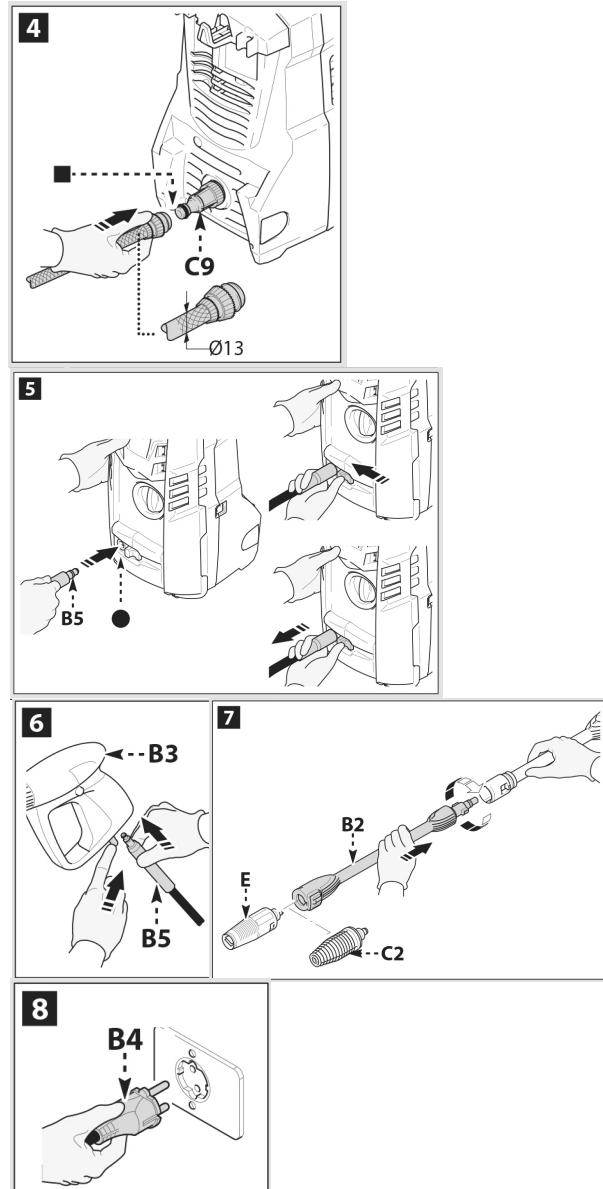

Abb. 5: Montage
Schritt 4: Schrauben Sie den Wasserzulauf-Adapter (Pos. C9, Abb. 5) handfest an den Gewindestutzen.
Schritt 5: Montieren Sie den Hochdruckschlauch (Pos. B5, Abb. 5) am Hochdruckreiniger. Auf richtige Position achten!
Schritt 6: Schrauben Sie den Hochdruckschlauch (Pos. B5, Abb. 5) an der Spritzpistole (Pos. B3, Abb. 5) fest.
Schritt 7: Stecken Sie die Lanze (Pos. B2, Abb. 5) in den Anschluss der Spritzpistole und drehen Sie die um 90° im Uhrzeigersinn, um sie in dieser Position zu verriegeln. Stecken Sie die Düse oder Rotordüse (Pos. E und C2, Abb. 5) in den Anschluss der Lanze.